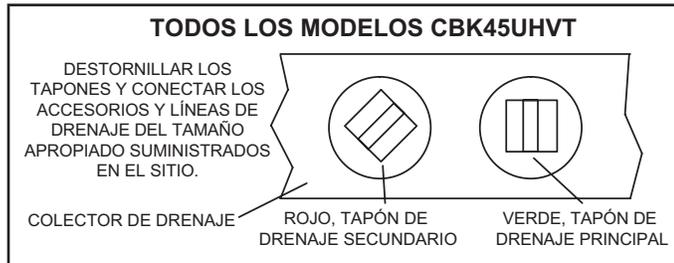

FIGURE 15. Connexions des conduites de drainage
- 3 - Placez l'appareil de manière à ce qu'il soit incliné vers l'extrémité du bac de drainage et de niveau de l'avant à l'arrière de l'appareil (voir figure 15).
Assurez-vous que l'unité est inclinée (comme dans la figure 15) de sorte que le bac de drainage se vide complètement sans que de l'eau reste dans le bac.